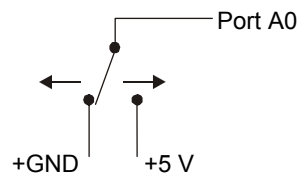

Abb. 3-4. Erkennung der Schalterstellung durch den digitalen Eingangs-Kanal A0
Wenn die digitalen E/A-Anschlüsse des RedLab 1024HLS als Eingang konfiguriert sind, kann damit der Zustand der TTL-Eingänge überwacht werden. In Abbildung 3-4 finden Sie die entsprechende Schaltung und in Abbildung 3-4 eine schematische Darstellung. Wenn Sie den Schalter auf den +5V-Eingang legen, liest Anschluss A0 *WAHR* (1). Wird der Schalter auf GND gestellt, liest Anschluss A0 *FALSCH*.